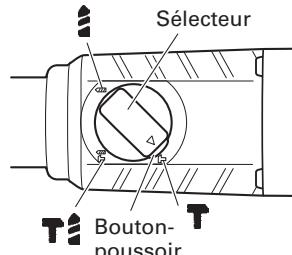

Fig. 12
Le foret de ce marteau rotatif peut être mis en mode de percussion uniquement en appuyant sur le bouton pressoir et en tournant le sélecteur sur le repère **T**. (Fig. 12)
(3) Tourner le sélecteur sur le repère **T**. (Fig. 12)